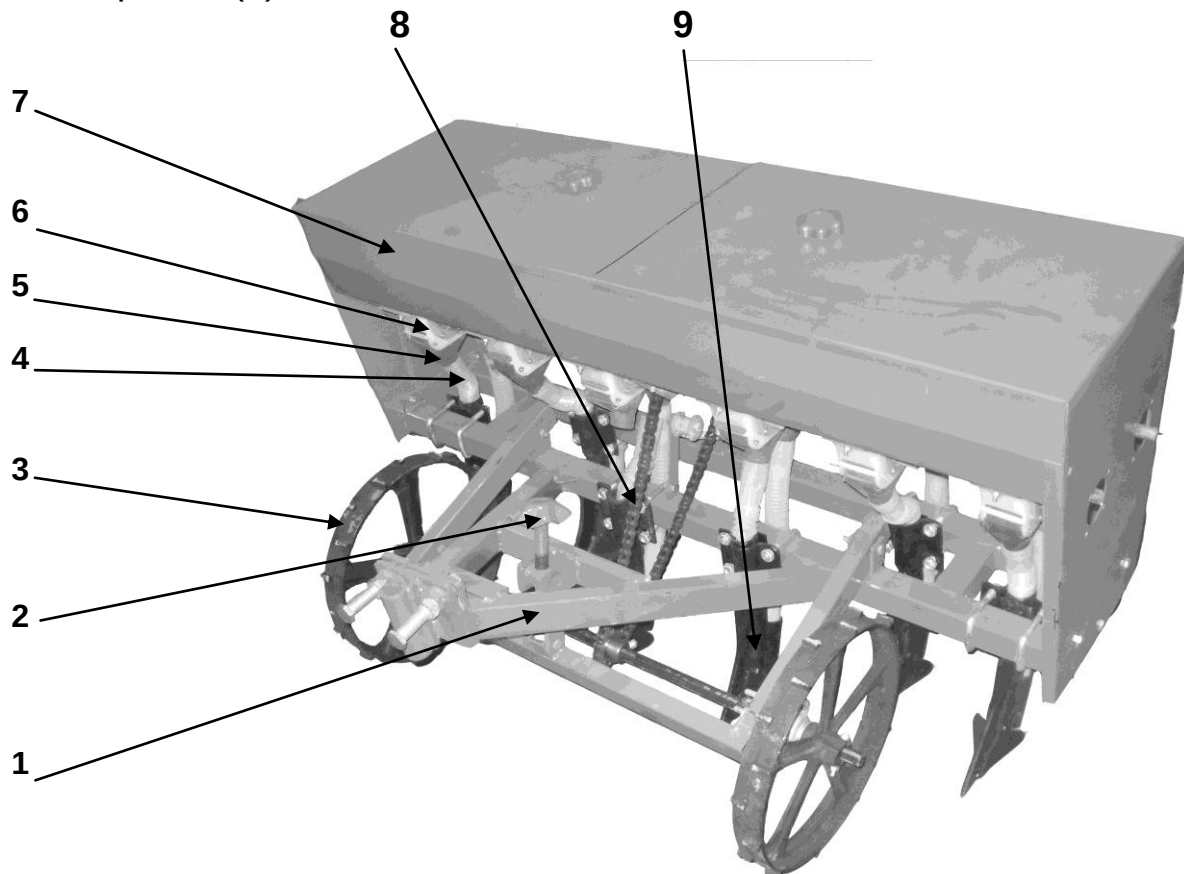

Рис.1. «Сеялка зернотуковая 2BJ-6F»
Устройство. Основные сборочные узлы сеялки показаны на **Рис.1**. На раму сеялки (1) сверху в центральной части устанавливается семенной бункер с высевальными аппаратами в сборе (6, 7). Привод на валы зерновых и туковысевающих аппаратов осуществляется от приводных колес (3), установленных на подвижной части рамы, через цепную передачу (8). Сошники (9) с помощью крепежных стремянок крепятся к сошниковому брусу рамы. Высевальный аппарат с сошником соединяет воронка (5) и семяпровод (4).
Принцип работы. Засыпанные в зерновое отделение семена и в туковое отделение удобрения, самотеком заполняют приемные камеры высевальных аппаратов. При движении сеялки с опущенными в рабочее положении сошниками катушки зерновых и туковысевающих аппаратов, вращаясь, захватывают семена и удобрения и выбрасывают их в воронки семяпроводов (Рис.1). По семяпроводам семена и удобрения поступают в сошник и затем, скатываясь, по стенкам сошников в почву. Сошник образует в почве бороздку, в которую падают семена. Почва осыпается со стенок бороздки и засыпает семена.
Регулировка глубины заделки семян и минерального гранулированного удобрения осуществляется с помощью регулировочного винта (Рис.1.п.2). Подымая приводные колеса глубина заделки семян будет возрастать, а опуская, соответственно, глубина будет уменьшаться.